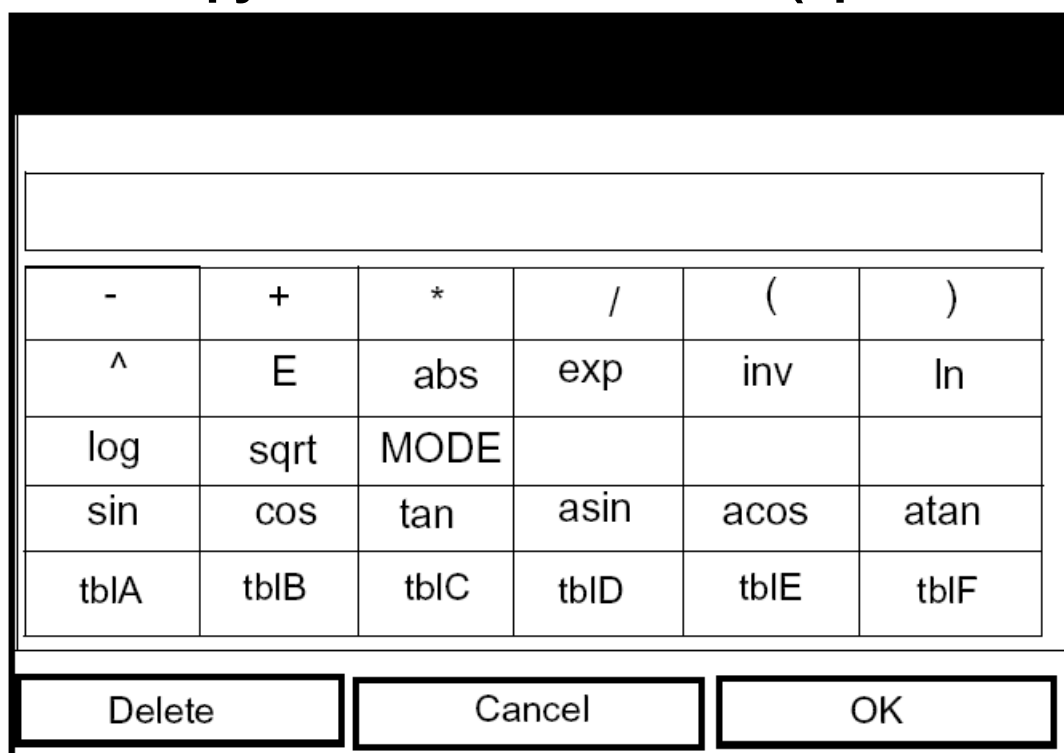

Рис. 4-23: Окно создания функций
- c. Когда Вы завершите создание метки, нажмите [F3] (OK) для подтверждения метки или клавишу [F2] (Cancel) для выхода из окна без добавления символа.
- a. Нажмите клавишу [ENTER] для открытия окна создания функции, подобное изображенному на рис. 4-23 на следующей странице.